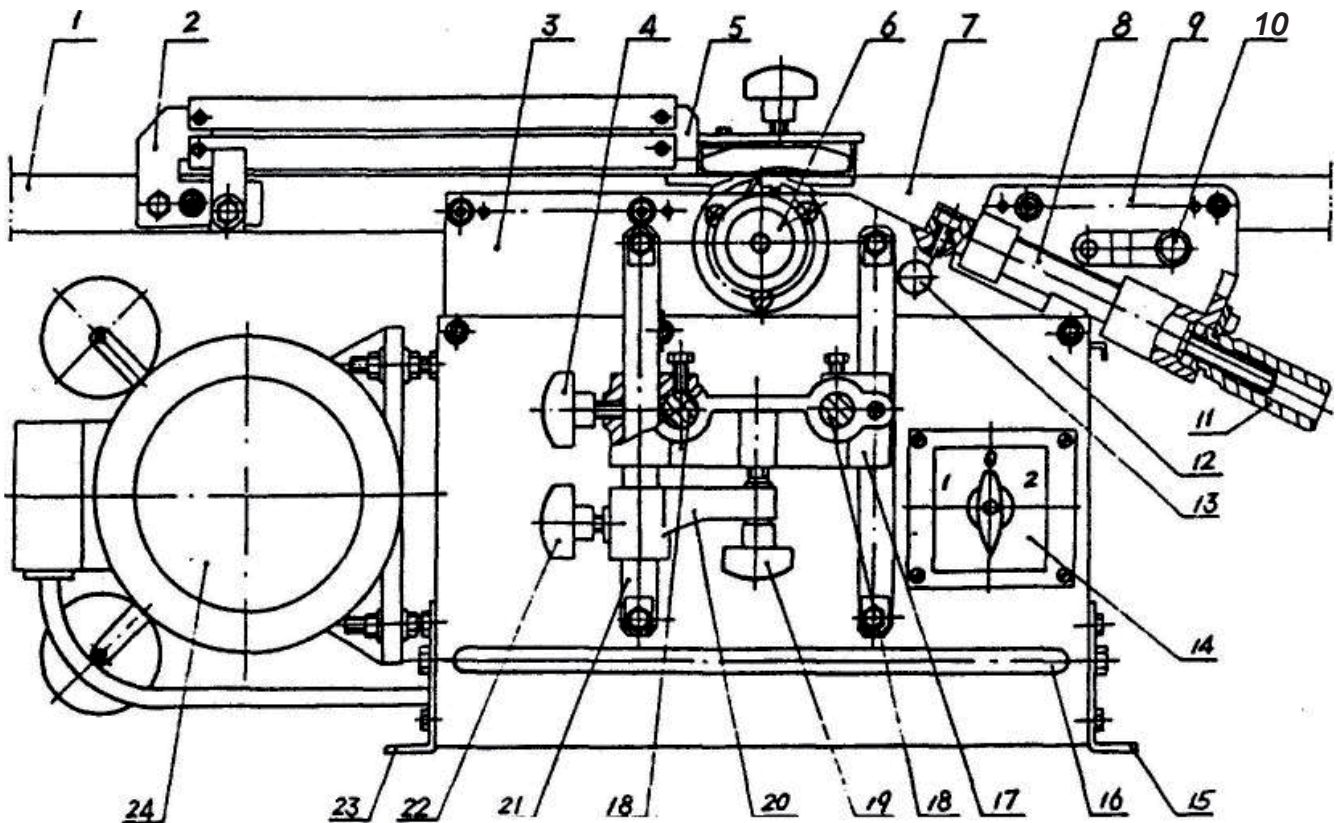
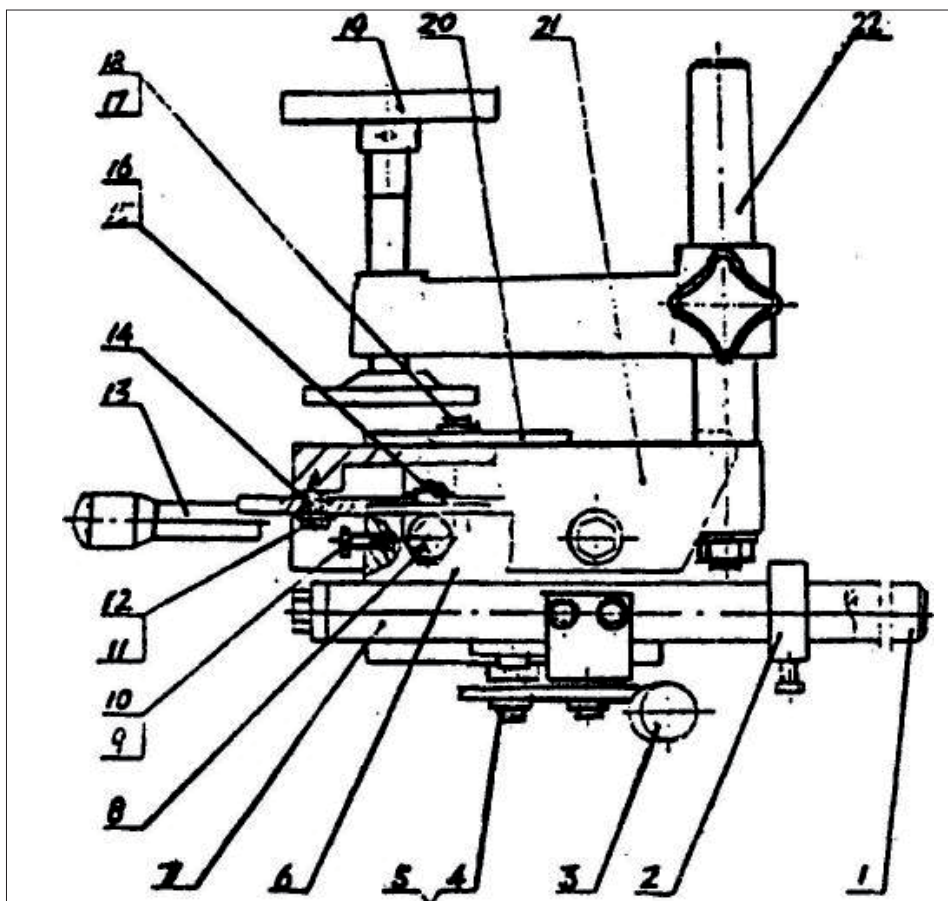
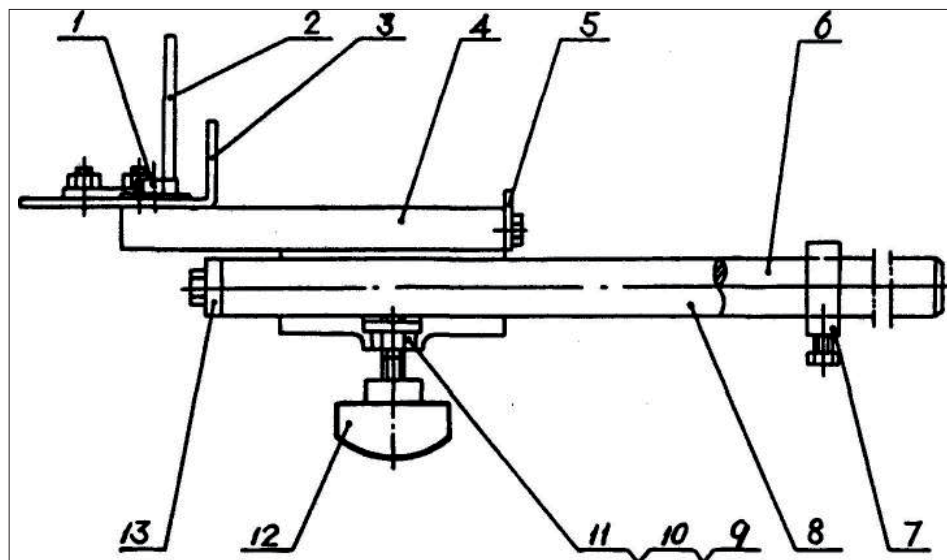

Рис. 1 Схема станка
Рис. 2 Сверлильный блок тип А
Рис. 3 Сверлильный блок тип В
- Имеется два типа блоков такого рода деталей. Тип А (см. Рис. 2) и тип В (см. Рис. 3). Мы обычно предоставляем сверлильный блок типа В, однако по запросу клиента, мы можем также предоставить и тип А.
- После установки сверлильного блока типа А, как показано на Рис. 2, поместите роликовые направляющие 1 и 7 в контрольные отверстия подвижного основания 17, как показано на Рис. 1, и закрепите его.
- Либо после установки сверлильного блока типа В, как показано на Рис. 3, поместите роликовые направляющие 6 и 8 в контрольные отверстия подвижного основания 17, как показано на Рис. 1, и закрепите его.
#### Сверлильный блок тип А (Рис. 2)
#### Сверлильный блок тип В (Рис. 3)